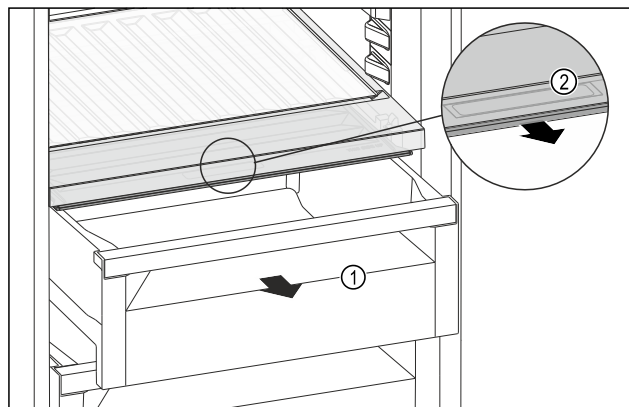

Fig. 214
- Изтеглете чекмеджето Fig. 214 (1).
- Хванете вдлъбнатия захват Fig. 214 (2) на капака на отделението и едновременно с това издърпайте напред капака на отделението.